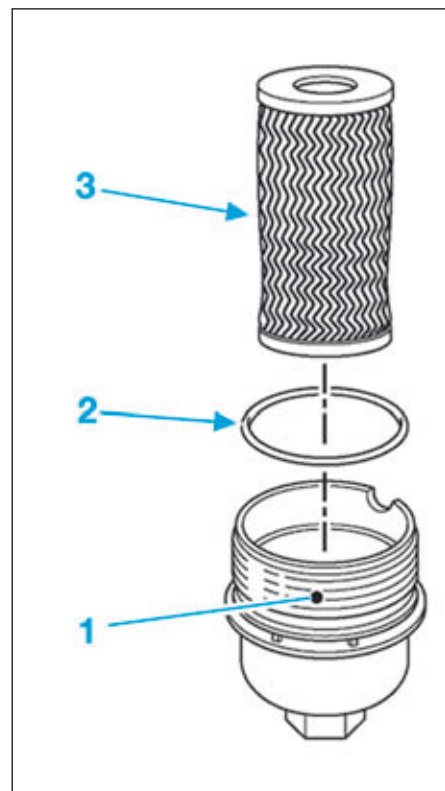

FIG.113
- Déposer le couvercle (1) (Fig.113) de la cartouche filtrante avec la cartouche filtrante (2).
- Déposer le joint torique (3) de la cartouche.